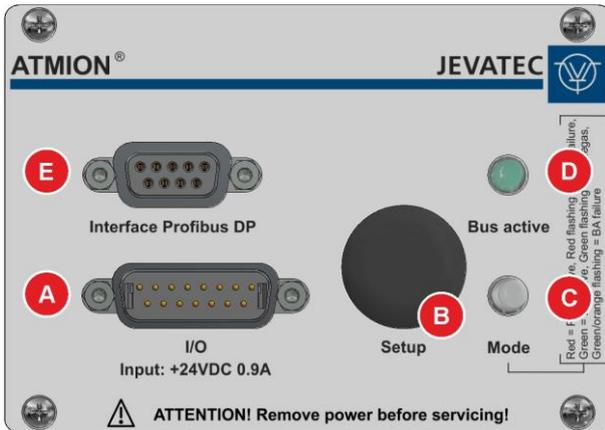
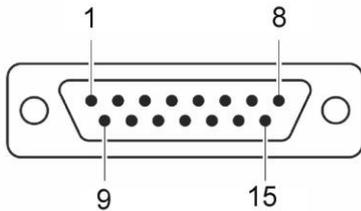
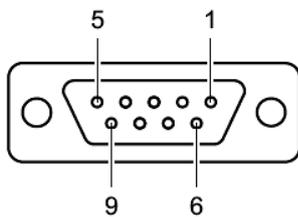

Abbildung 10 – Rückseite des Gerätes im geschlossenen Zustand
Abbildung 13 – Anschlussstecker I/O (SUB-D, 15-polig)
Abbildung 14 – Anschlussbuchse Interface Profibus DP (SUB-D, 9-polig)
Weitere Funktionsbeschreibungen entnehmen Sie bitte der Abbildung 13, Seite 24.
Die Abbildung 10, Seite 23 zeigt die Frontseite der ATMION® Electronic Box, die mittels Stecksystem und Überwurfmutter mit dem Sensor verbunden wird.
Die Abbildung 10, Seite 23 zeigt die Rückseite der ATMION® Electronic Box in verschiedenen Zuständen.
Der Anschluss I/O für Spannungsversorgung, Analogausgang, Externe Steuerung, Relaisausgang und Serielle Schnittstelle RS232 (☞📖 Abbildung 10, A, Seite 23 und Abbildung 13, Seite 24) vereint alle zum Betreiben des Vakuummeters notwendigen Anschlüsse.
Spannungen über 60 VDC oder 30 VAC sind berührungsfähig. Sie dürfen an den Kontakten für Externe Steuerung und Entgasen (☞📖 Abbildung 13, Seite 24, PIN 1, 4, 5 und 6) nur Spannungen von 24 VDC schalten. Diese Spannung muss den Anforderungen einer Schutzkleinspannung (SELV-E) nach EN 61010 entsprechen.
Der Anschluss Interface Profibus DP (🔑📖 Abbildung 10, E, Seite 23 und Abbildung 14, Seite 25) ermöglicht die Integration des Gerätes in ein Bussystem Profibus-DP. Er ist optional verfügbar.
- Verbinden Sie den Anschluss Ihres Controllers JEVAmet® VCU-A0 oder AM oder die entsprechenden Anschlüsse der Anlage über ein abgeschirmtes Kabel mit dem Anschluss I/O ( Abbildung 10, A, Seite 23) an der Rückseite des ATMION®.
- Die LED Mode ( Abbildung 10, C, Seite 23) an der Rückseite des ATMION® leuchtet entsprechend des Betriebszustandes ( Tabelle 5, Seite 25).